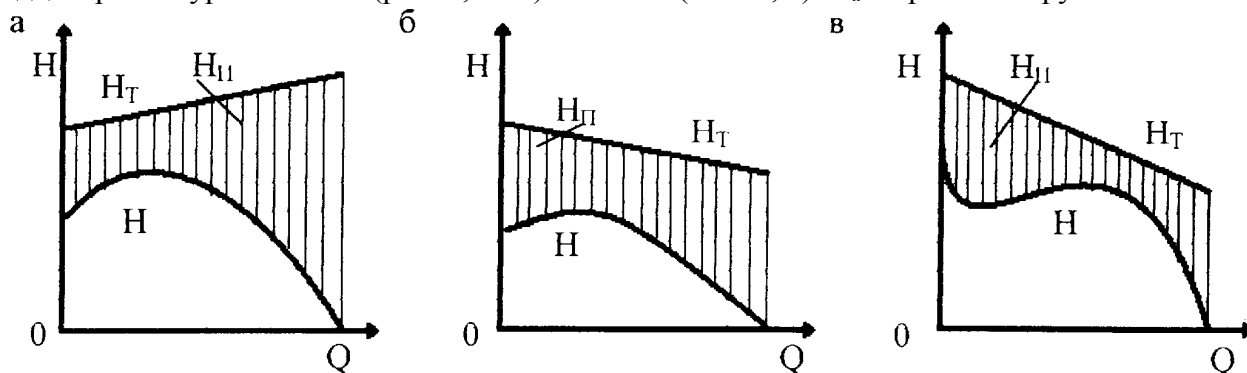

Рис. 6. Форми дійсних індивідуальних характеристик турбомашин
1.3.6. Дійсна індивідуальна характеристика турбомашини – це залежність між дійсною подачею Q і напором H . На мал.6 показано дійсні індивідуальні характеристики для відцентрової турбомашини (рис. 6, а і б) і осьової (мал. 6, в). H_n – втрати напору